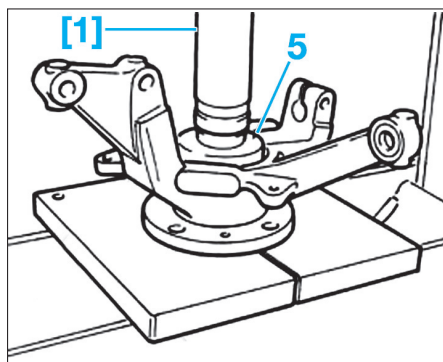

Fig. 29
- A l'aide de la presse [1] et du mandrin de diamètre adapté (5), introduire le moyeu dans le pivot en prenant appui sur les bagues intérieure du roulement (Fig.29).